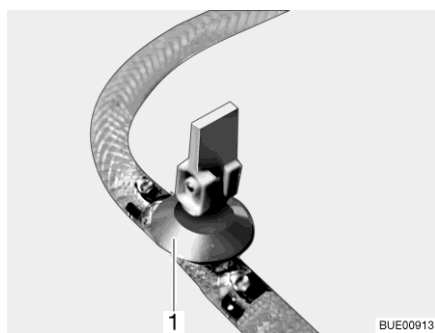

Bild 148 Avtappningskran (med vipparm)
- Öppna alla avtappningskranar. Ställ sedan vipparmen på avtappningskranen (Bild 148,1) i vertikalt läge.